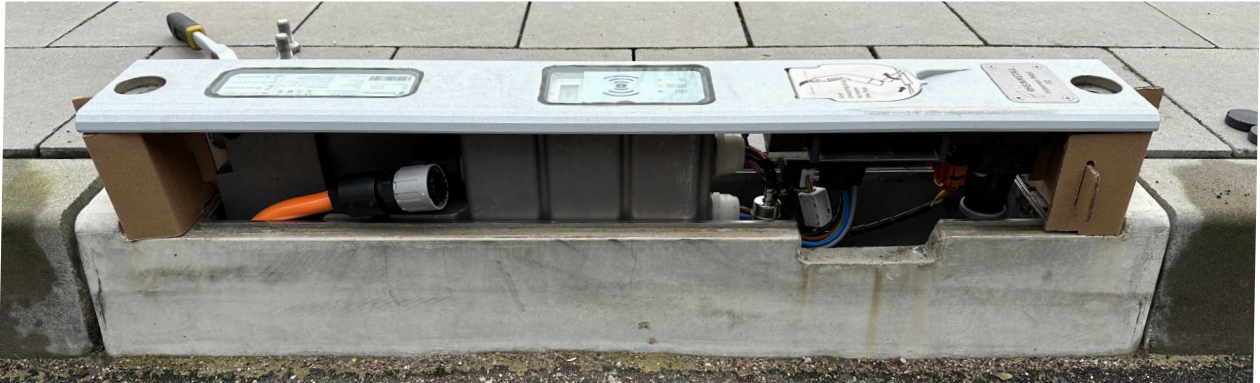

Abb. 38: Elektronikmodul auf den Montageblöcken ablegen
- ▶ Führen Sie das Erdanschlusskabel in die vorgesehene Ausbuchtung (siehe Abb. 38).